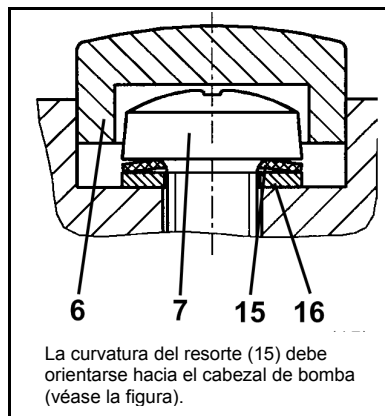

Fig. 11: Orientación del resorte
7. Asegurarse de que las placas de válvula/juntas (2) no están tensadas realizando un ligero movimiento horizontal de las mismas.
8. Colocar la tapa de cabezal (4) sobre la placa intermedia (1) según la marca de lápiz (M).
9. Comprobar el centrado de la tapa de cabezal (4) mediante un ligero movimiento lateral de la misma.
10. Unir entre sí la tapa de cabezal (4) y la placa intermedia (1): Apretar los dos tornillos (7) (par de apriete 70 Ncm).
- i** Para la disposición de resorte (15) y arandela (16), así como para la orientación de los resortes, véase la Fig. 11.
11. Montar las cubiertas de tornillo (6).